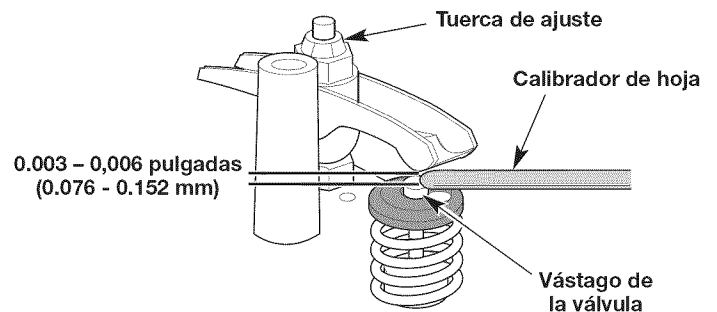

Fig. 24
8. Use un calibrador de hoja para medir la holgura entre uno de los vástagos de las válvulas y su balancín correspondiente (Fig. 24). Repite este proceso para el otro vástago de la válvula y el balancín. La holgura recomendada es de **0.003 pulgadas a 0.006 pulgadas (de 0.076 mm a 0.152 mm)**. Use un calibrador de hoja automotriz estándar de **0.005 pulgadas (0.127 mm)**. El calibrador de hoja debe deslizarse entre el balancín y el vástago de la válvula con una ligera resistencia, sin doblarse (Fig. 24).
- a. Gire la tuerca de ajuste utilizando una llave de 5/16 de pulgada (8 mm) o un impulsor de tuercas (Fig. 24).